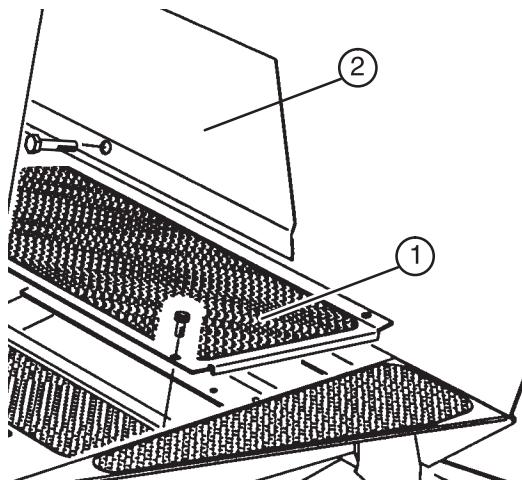

図4
1. フロア・パネルの左前隅とアクセス・パネルの左後部の固定ボルトを取り外す(図4)。
2. 付属品のフランジヘッド・キャップスクリュ(5/16 × 5/8")を取り付ける(図4)。
3. アクセス・パネルのボルトも付属品のフランジヘッド・キャップスクリュ(5/16 × 3/4")に交換する(図4)。